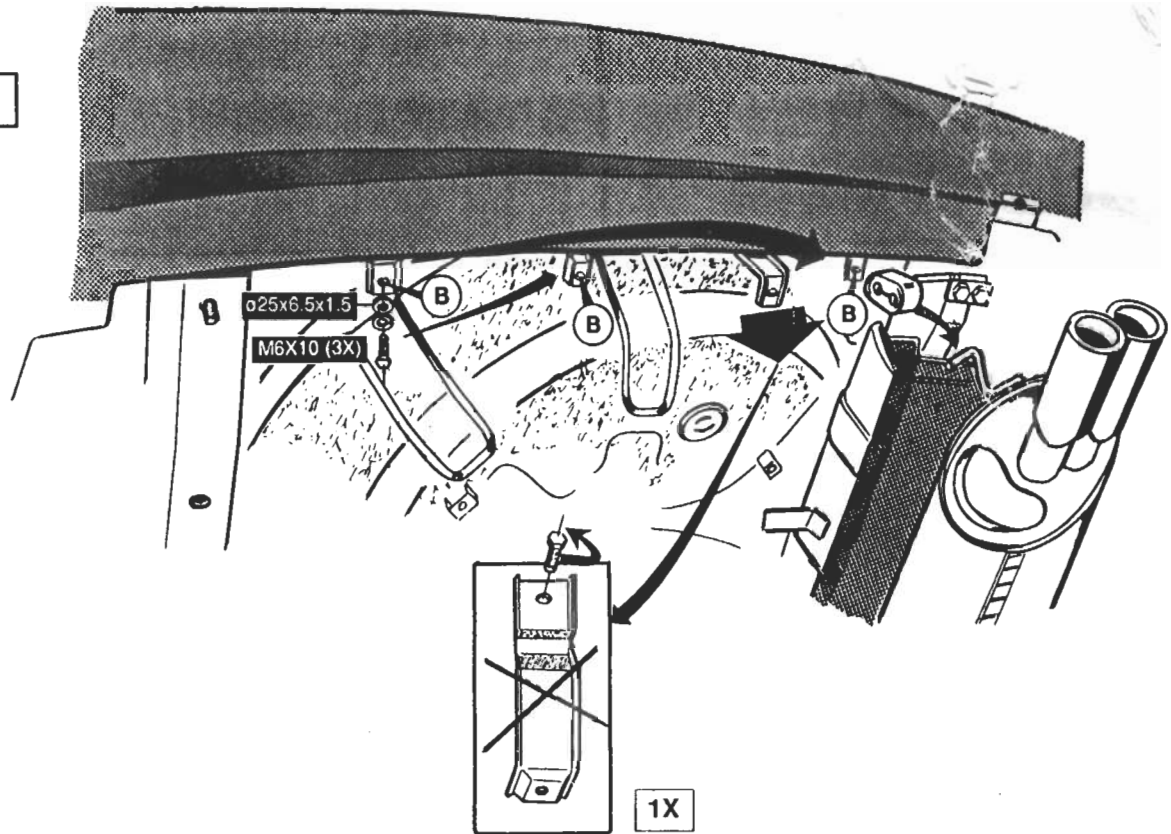

FIG.5
2. Demonteer overeenkomstig fig.4 het middelste bumperophangsteuntje van het voertuig. Het verwijderde steuntje wordt niet meer herplaatst. Zaag of knip overeenkomstig fig.5 een deel van 50x20mm uit de bumper.
Saw or cut as per fig. 5 a piece measuring 50x20mm out of the bumper.
Laut Fig. 5 einen Teil von 50x20mm aus der Stoßstange heraussägen oder -schneiden.
Découper ou cisailier un morceau de 50 x 20 mm du pare-chocs conformément à la fig. 5.